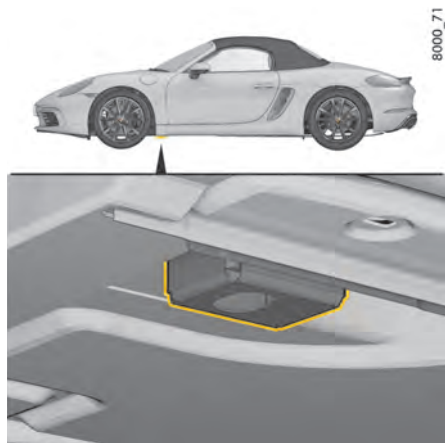
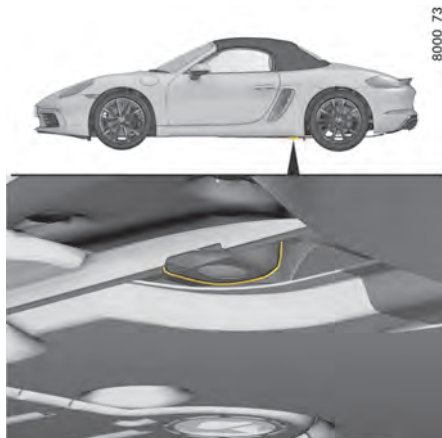

Fig 98 : Point de logement pour pont élévateur ou cric à l'avant
Fig 99 : Point de logement pour pont élévateur ou cric à l'arrière
- ▶ Ne soulevez le véhicule qu'au niveau des emplacements prévus à cet effet (Fig. 98, Fig. 99) situés dans le plancher du véhicule.